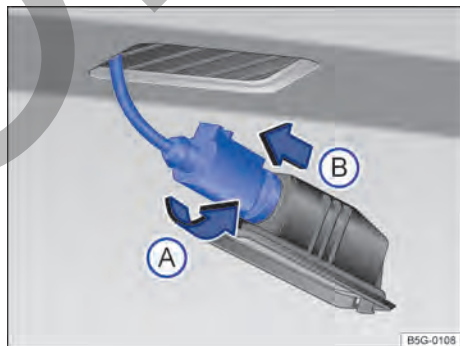

Fig. 162 Luz de la placa de licencia: desinstalar el portalámparas.
- 3 Girar el portalámparas en **sentido antihorario** → fig. 162 (A), y retirar el soporte junto con la bombilla (B).
- 7 Colocar el soporte de la lámpara en la luz de la placa de licencia y presionar en sentido contrario al de la flecha (A) hasta el tope.